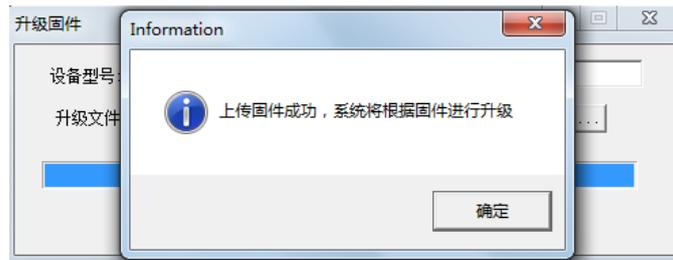

图 5.20 固件升级完成
4. 大约 1 分钟后，固件即可升级完成，如图 5.20 所示。然后等待大约 30 秒系统进行初始化和启动。